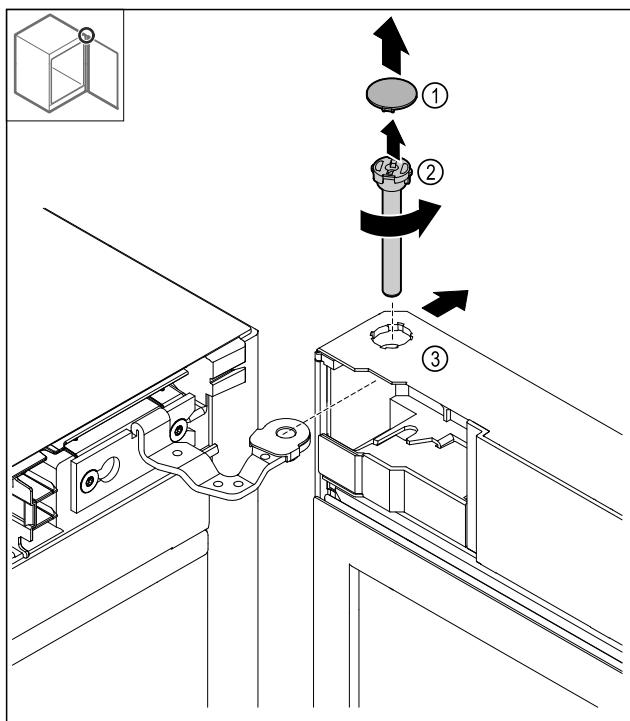

Fig. 20
- Зніміть накладку Fig. 20 (1).
- Відкрутіть палець Fig. 20 (2) проти годинникової стрілки й витягніть його.
- Злегка нахиліть дверцята Fig. 20 (3).